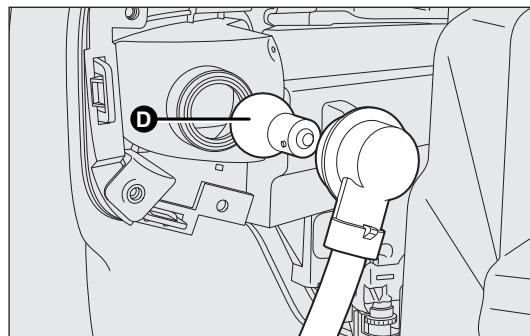

fig. 165
- ☐ enlever l'ampoule D-fig. 165 en la poussant légèrement et en la tournant dans le sens contraire des aiguilles (blocage à « baïonnette ») puis la remplacer ;